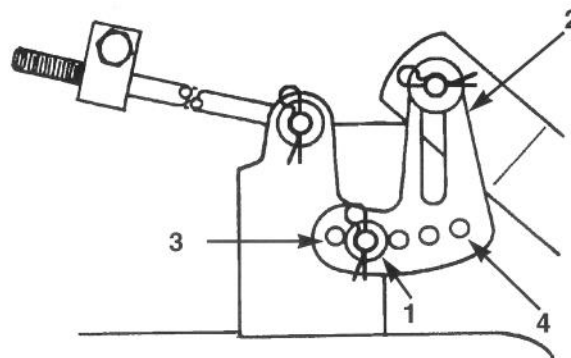

Bild 49
5. Splint und Unterlegscheibe vom Abgleichprofil entfernen (Bild 49). Zum Abgleich des/der Messerbalken, das Abgleichprofil in ein anderes Loch stellen und Unterlegscheibe und Splint wieder einsetzen (Bild 49). Ein vorderseitiges Loch senkt die Messerbalkenhöhe, ein hinterseitiges hebt diese an. Diesen Vorgang an der gegenüberliegenden Seite wiederholen.